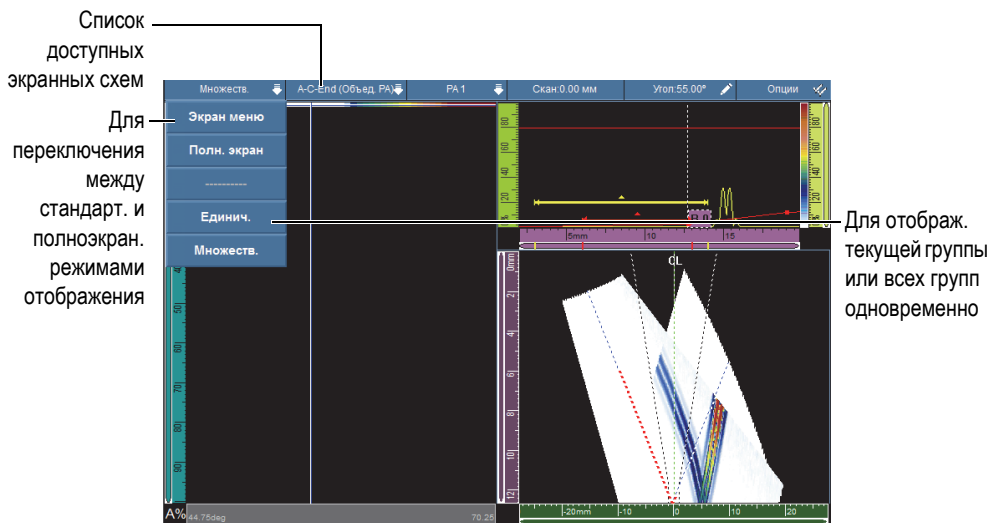

Рис. 2-2 Контекстное меню строки заголовка
Контекстное меню в строке заголовка используется для (см. Рис. 2-2 на стр. 50):
1. В меню строки заголовка щелкните Режим (см. Рис. 2-2 на стр. 50).
1. В меню строки заголовка щелкните Группа (см. Рис. 2-2 на стр. 50).
1. В строке заголовка щелкните в области **Скан** (см. Рис. 2-2 на стр. 50).
1. В строке заголовка, щелкните в зоне **Индекс** (см. Рис. 2-2 на стр. 50).
1. В строке заголовка щелкните в зоне **Угол/ВАД** (см. Рис. 2-2 на стр. 50).
1. В строке заголовка щелкните **Опции** (см. Рис. 2-2 на стр. 50).